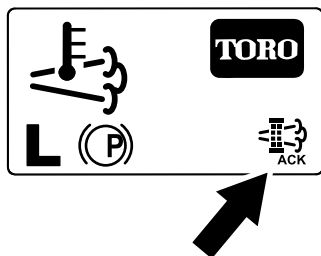

Figura 62
- El InfoCenter muestra la página de inicio y el icono de reconocimiento de regeneración (Figura 62) aparece en la esquina inferior derecha de la pantalla mientras se procesa la regeneración.